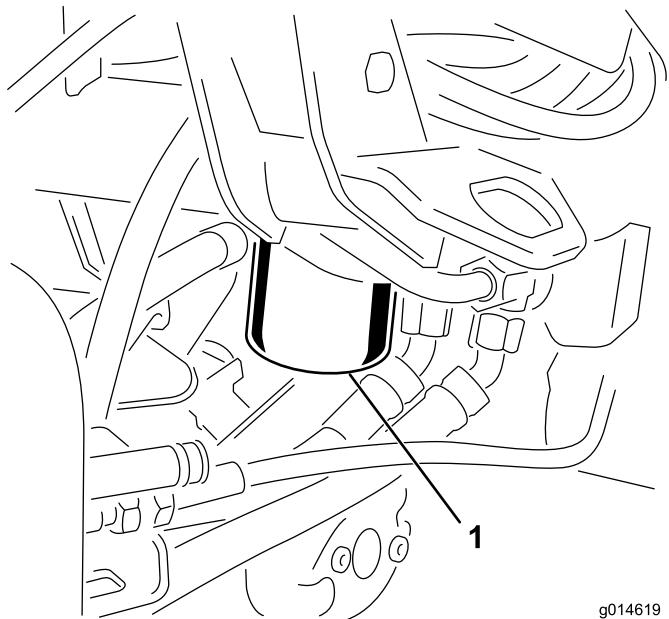

Figura 37
1. Limpe a zona em torno da montagem do filtro (Figura 37). Coloque um recipiente de escoamento debaixo do filtro e retire o filtro.